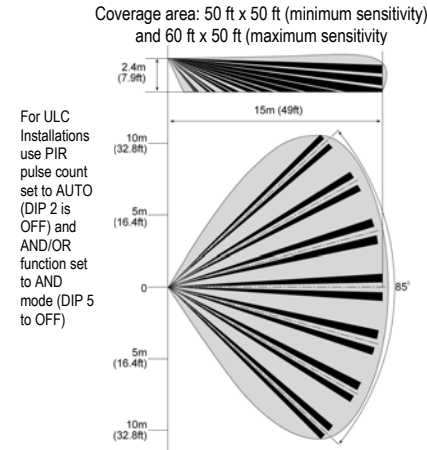

Fig. 3 Lens Pattern | Patrón de la lente | Portée de la lentille
Choisissez l'emplacement le plus approprié pour intercepter un intrus. (Nous recommandons une installation dans un angle). Voir la portée de détection (Fig.3). Le capteur Quad haute qualité détecte tout mouvement croisant le faisceau ; la détection du mouvement est légèrement moins sensible en se rapprochant du détecteur.
Selezionare la posizione più adatta a rilevare la presenza di un intruso. (Si raccomanda l'installazione ad angolo). Vedere l'area di copertura (Fig. 3). Il sensore a quattro elementi ad elevata sensibilità rileva i movimenti che incrociano i fasci; esso è leggermente meno sensibile nel rilevare il movimento verso il rivelatore.
Czujkę należy zainstalować w taki sposób, aby jej zasięg działania objął chronione pomieszczenie (Rys. 3). Wysokiej jakości czteroelementowy czujnik PIR QUAD jest bardziej wrażliwy na ruch przecinający wiązkę, niż na ruch skierowany w stronę czujnika.
**NOTE:** The "MW" and "PIR" potentiometer may need to be adjusted to the Maximum positions in order to achieve maximum area of coverage as indicated in Fig. 3.
**NOTA:** Puede que tenga que ajustar los potenciómetros "MW" y "PIR" a las posiciones máximas para conseguir la máxima superficie de cobertura, tal y como se indica en la fig. 3.